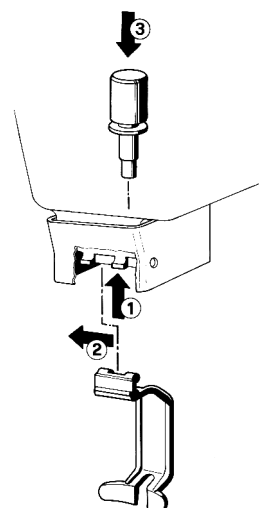

figure 12
- 2 - Monter (1-2) le levier de débit robinet et enfiler (2) le piston avec son joint (voir figure 12).